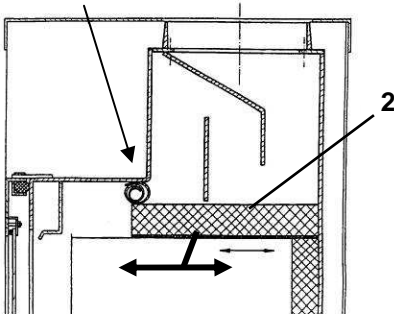

Bild 6
- Vor Inbetriebnahme sind die Transportsicherungen auf der Umlenkplatte über dem Feuerraum (Bild 6) herauszunehmen und evtl. Aufkleber auf der Sichtscheibe rückstandsfrei zu entfernen.
Mit richtigem Betrieb/Bedienung und guter Pflege/Wartung erhöhen Sie die Wertstabilität und Lebensdauer Ihrer Geräte. Sie sparen wertvollen Ressourcen und schonen unsere Umwelt und Ihren Geldbeutel. Zur Reinigung, ist die Umlenkplatte (Bild 6 Nr. 2) nach vorne zu ziehen. Dadurch kann der Abgasweg von innen, oder wenn das Abgasrohr entfernt wird von oben gereinigt werden.
Die Umlenkplatte (Bild 6 Nr. 2) ist nach dem Reinigen wieder ganz nach hinten zu schieben.